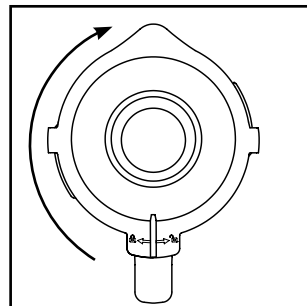

Fig. 2
4) Premere saldamente di nuovo il coperchio **2** sull'inserto mixer **3** in modo sfalsato. Chiudere il coperchio **2**, ruotandolo in senso orario nella posizione  fino a percepirne l'innesto (vedere Fig. 2). Verificare che il beccuccio dell'inserto mixer **3** sia chiuso. Il motore può avviarsi solo quando il coperchio **2** è posizionato a filo.